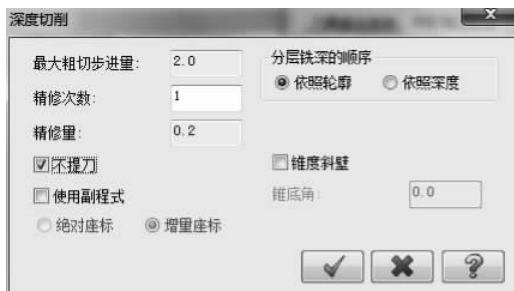

图 5-121 深度分层切削设置
(5) 单击“确定”按钮。打开“外形加工参数”选项卡,设置“进给下刀位置”为 5,输入加工“深度”为 -10 选择“外形铣削类型”为“2D”,其他采用默认设置。
(6) 单击 **Z轴分层铣削** 按钮,设置如图 5-121 所示的深度分层铣削参数,单击“确定”按钮。